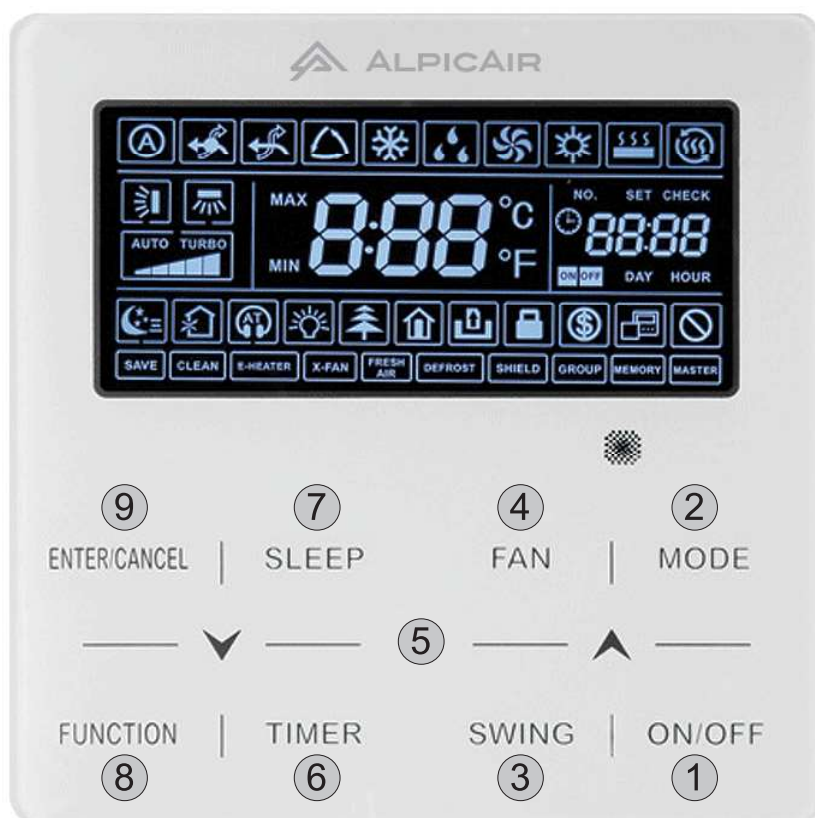

Рис. 8.21
8.7.6.2. Проводной пульт управления ХК46 (рис. 8.21)